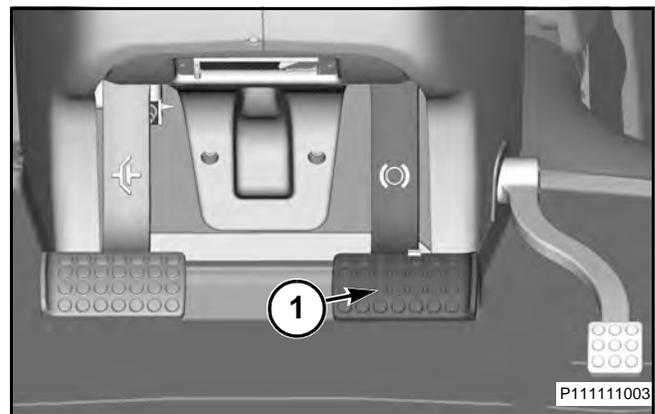

FIG. 23
FIG. 23: Cuando se pisa el pedal de freno de servicio (1) se aplica una fuerza de frenado idéntica a ambos ejes de transmisión. Si aumenta el esfuerzo del pedal, aumenta la fuerza de frenado.